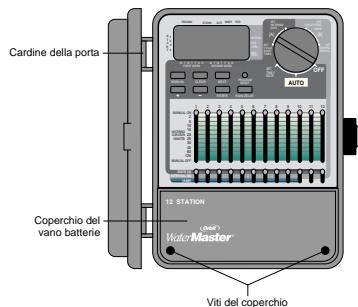

FIGURA 21: Programmatore per montaggio esterno, coperchio della morsetteria
- Togliere il coperchio del vano batterie svitando le due viti e spingendo il coperchio di plastica in avanti senza sollevarlo [vedere Figura 21].